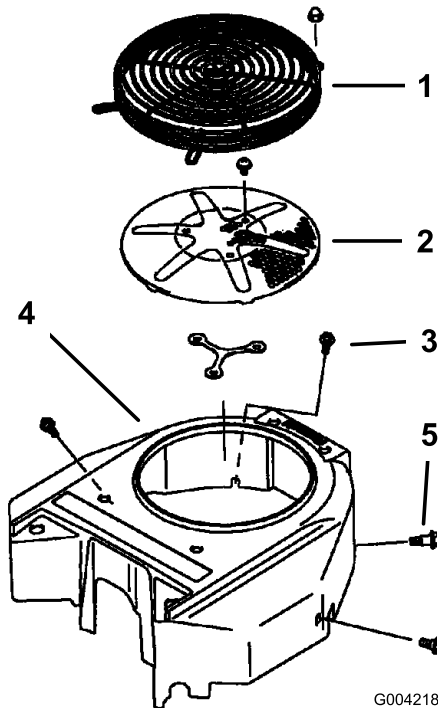

Figura 75
Antes de cada uso, elimine cualquier acumulación de hierba, suciedad u otros residuos de la rejilla del motor. Esto ayuda a asegurar una refrigeración adecuada y una velocidad de motor correcta, y reduce la posibilidad de sobrecalentamiento y daños mecánicos al motor (Figura 75).
3. Retire la rejilla de entrada de aire, el arrancador de retroceso y la carcasa del ventilador (Figura 75).
5. Instale la rejilla de entrada de aire, el arrancador de retroceso y la carcasa del ventilador (Figura 75).